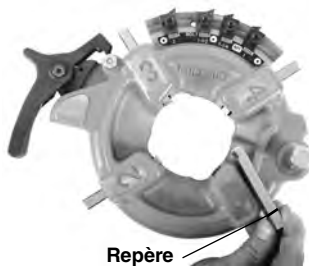

Figure 14 – Insertion des filières
- 5 Insérez les filières appropriées, chiffres en haut, dans la tête de filière jusqu'à ce que leurs repères arrivent à fleur du rebord de la tête de filière (Figure 14). Les chiffres estampés sur les filières doivent correspondre à ceux des logements de la tête de filière. Remplacez le jeu de filières au complet. Ne jamais mélanger des filières issues de jeux différents.